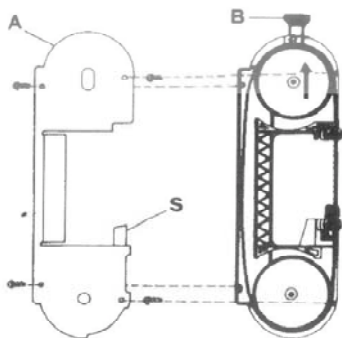

Fig.1
1. Justering av bladspänning (fig. 1)
- Lossa på bladspänningen genom att vrida på vred C (fig. 1) medurs tills det stoppar och handvred B moturs.
- Sätt tillbaka skyddshöljet A och var noga med att föra in bladet mellan skyddets remmar (se fig. 1).